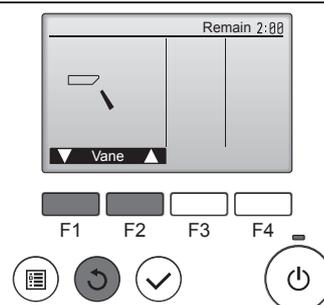

Fig. 7-4
- Нажмите кнопку [ВЫБОР] для отображения экрана работы жалюзи, затем нажмите кнопку [F1] и [F2] для проверки автоматического режима работы жалюзи. (Fig. 7-4)